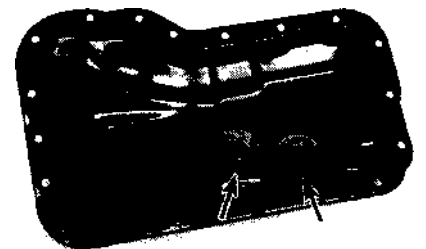

Рис. 27.13. Промойте поддон растворителем и удалите металлические частицы с магнитов (показаны стрелками)
- 13 Промойте поддон в чистом растворителе и просушите его сжатым воздухом. Удалите все металлические частицы с магнитов (см. рис. 27.13).